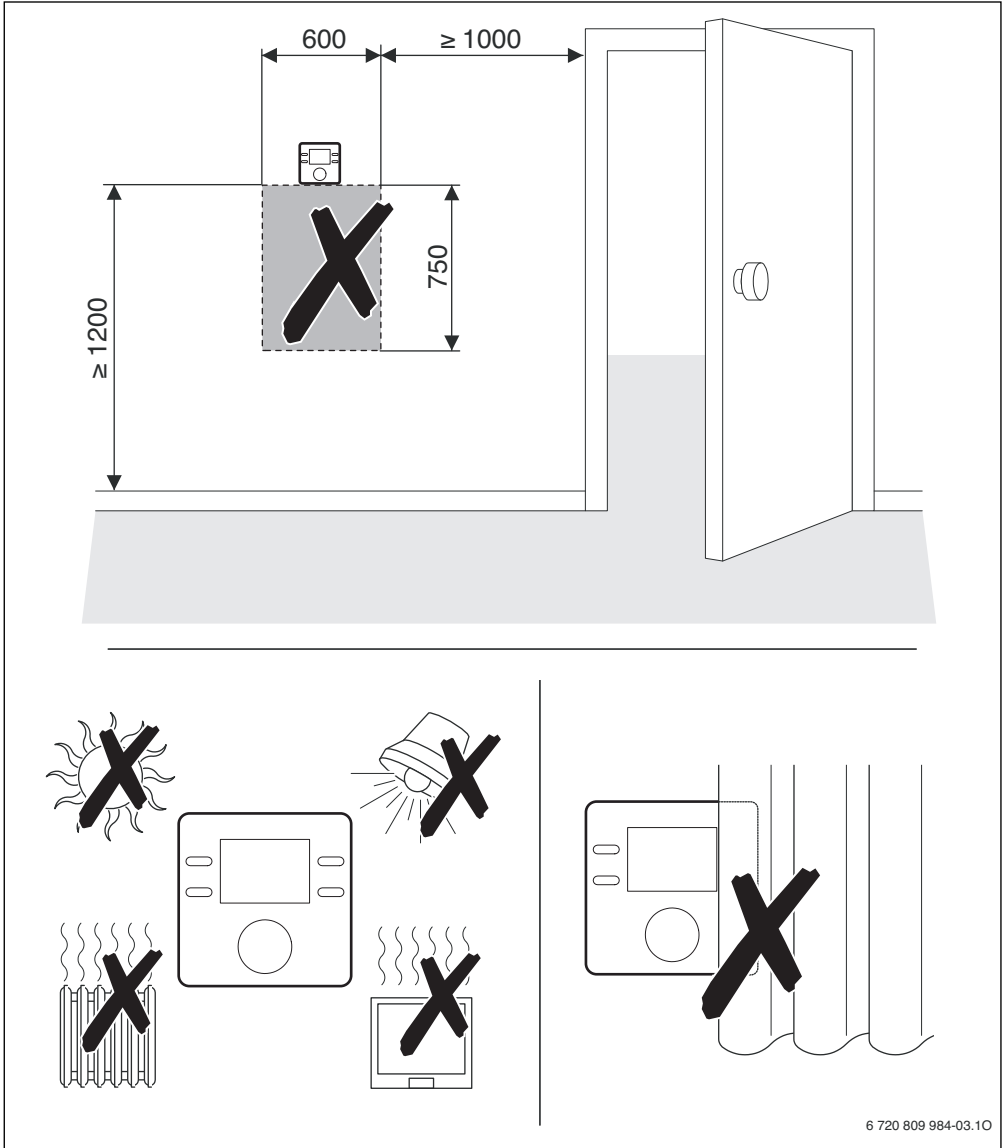

Fig. 6 Lieu d'installation dans la pièce de référence
- Le lieu d'installation (= pièce de référence) doit être adapté à la régulation de l'installation de chauffage (→ fig. 6, page 9).